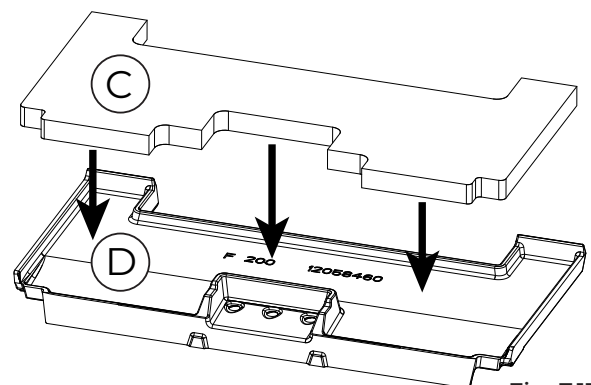

Fig. 7.11
6	Insérer le panneau isolant (C) sur la nouvelle plaque arrière (D) (Fig 7.11)